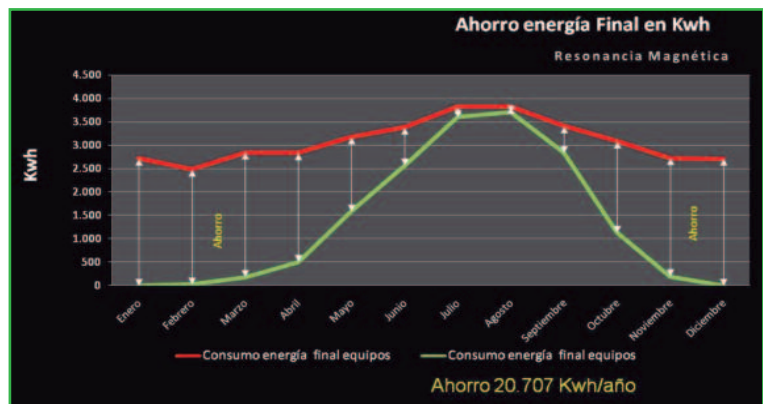

Figura 3.
**2.- Resonancia Magnética (RM) (figura 3):**